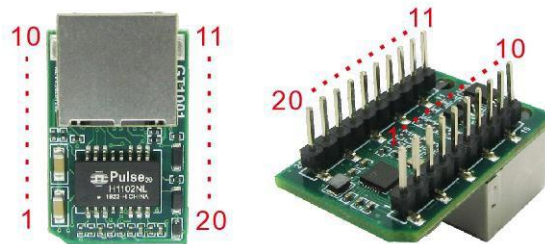
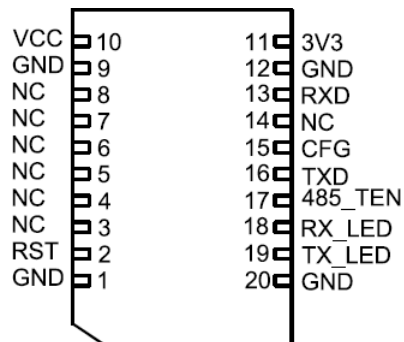

Abb. 1 Zeichnung des GT1001
Abbildung 2 GT1001 Pinbelegungsdiagramm
(1) Der GT1001 ist in Abbildung 1 dargestellt; die Pinbelegung ist in Abbildung 2 zu sehen.